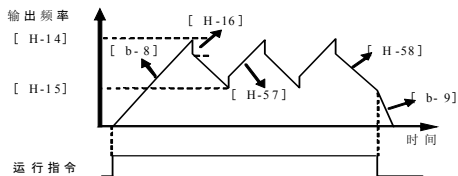

图 5-30 摆频运行（方式 4）
**\*4：摆频运行。**变频器以预先设定的加减速时间使设定频率周期性地变化。此功能尤其适用于纺织业等根据筒管的前后直径不同来让转速变化的系统。摆动运行如图 5-30 所示。